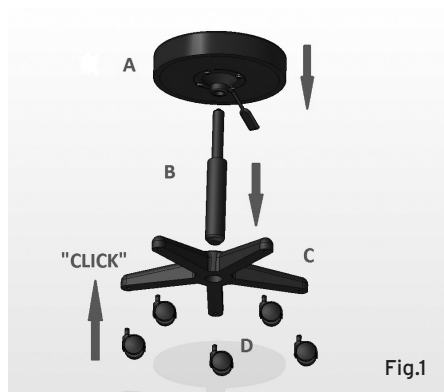

Fig.1
N.B. - Per il montaggio di questi sgabelli non è necessario l'utilizzo di nessun attrezzo aggiuntivo. (Fig.1)